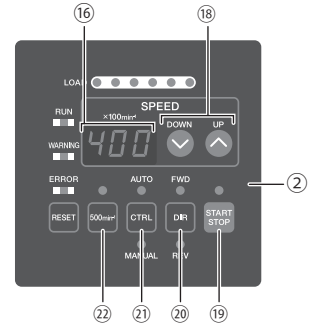

Abb. 24
### 15 - 1 Auswählen des Steuermodus (MANUAL/AUTO) (Wählen Sie die Steuertaste (CTRL) ⑲ der Abb. 24.)
- (1) Mit der Steuertaste (CTRL) können Sie zwischen dem Modus "Manuell" (Steuerung über das Bedienfeld) oder "Auto" (Externe Signalquelle) wählen. "Externe Signalquelle" kann verwendet werden, um Motorstart/-stopp, Drehrichtung, Motordrehzahl usw. ausgehend von einer externen Steuerquelle (CNC) zu steuern.
- (2) Drücken Sie bei Betrieb über das Bedienfeld des CONTROLLERS die Steuertaste (CTRL) aus Abb. 24 und wählen Sie MANUAL. Die LED "Manual" leuchtet.
Drücken Sie bei Betrieb von einer externen Signalquelle auf die Steuertaste (CTRL) aus Abb. 24 und wählen Sie AUTO. Die LED "AUTO" leuchtet.
- (1) Motor-Drehrichtung einstellen (Stellen Sie die Drehrichtung-Taste (DIR) ⑳ der Abb. 24 ein).
- (2) 500 min-1 (U/min) Zentrierdrehung einstellen (Stellen Sie die 500 min-1-Taste ㉒ der Abb. 24 ein.)
- (3) Motorstart/-stopp (Motorstart/-stopp durch Drücken der Start/Stopp-Taste (START/STOP) ⑲ der Abb. 24.)
- (4) Einstellen der Motordrehzahl (Stellen Sie die Motordrehzahl-Angleichtaste (SPEED ▲, ▼) ⑱ der Abb. 24 ein).
Durch Einstellen des Parameters  $P2$  auf  $0n$  kann die Motordrehzahl im Auto-Modus mit der Motordrehzahl-Angleichtaste (SPEED  $\odot$ ,  $\ominus$ )  $\textcircled{18}$  der Abb. 24 justiert werden.